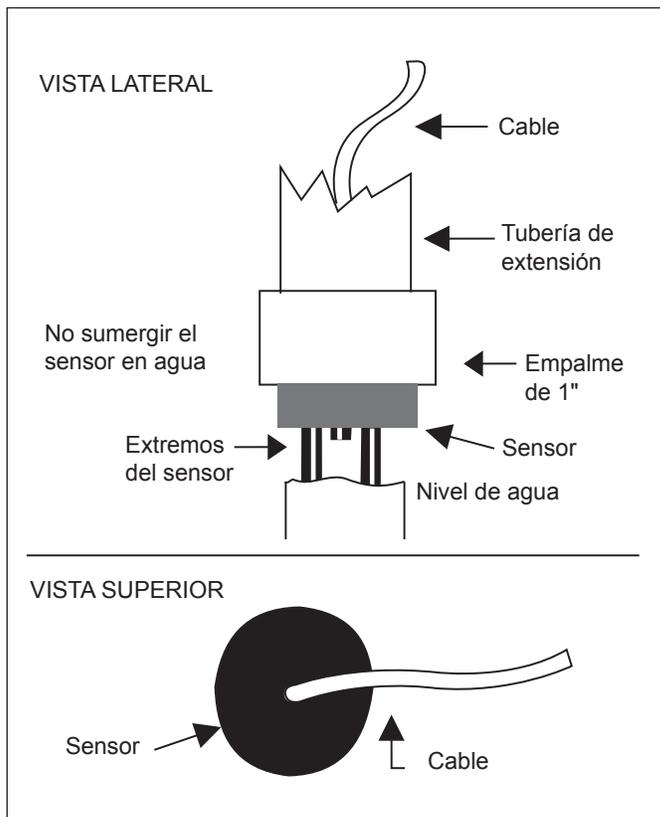

Figura 8. El sensor de deslizamiento en la tubería estática
1. Monte el sensor deslizante en posición vertical en un tubo estático. Véase Figura 8.